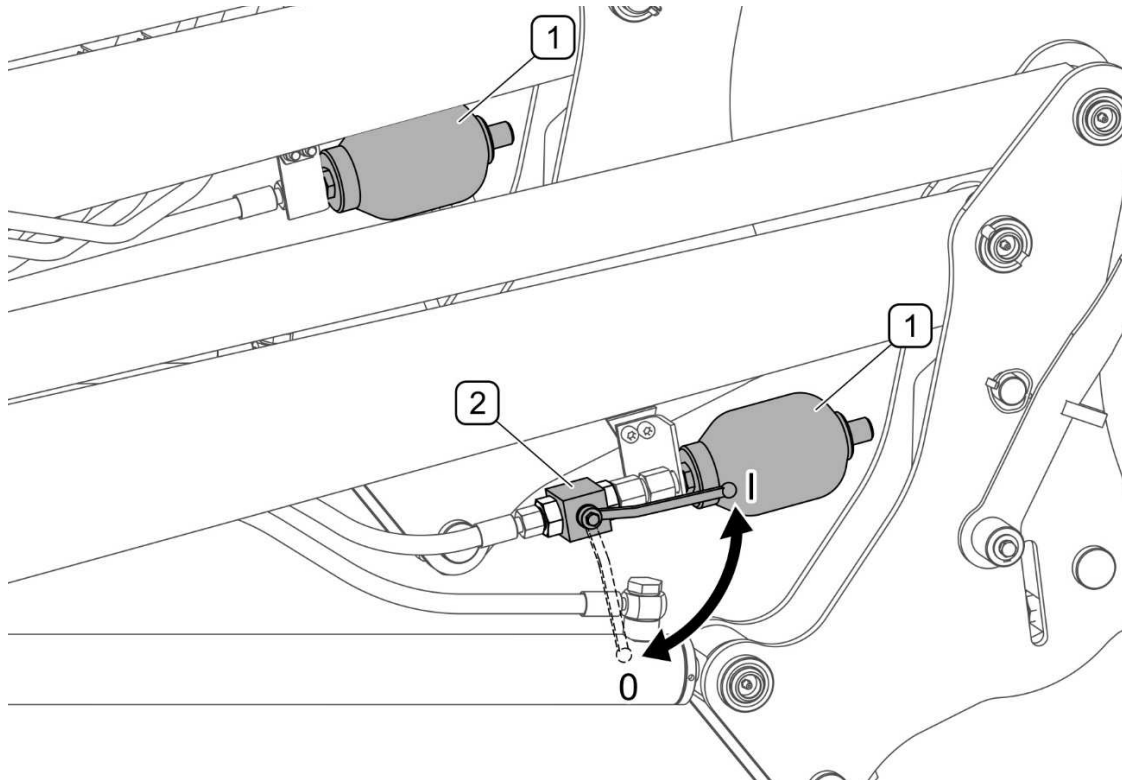

РИСУНОК 4.14 Включение гидравлического амортизатора
Гидравлический амортизатор можно выключить, устанавливая рычаг клапана (2), (РИСУНОК 4.14) вертикально. Рекомендуется выключать амортизатор в ходе работ, которые требуют особой точности установки стрелы (например, при работе с вилами для поддонов).